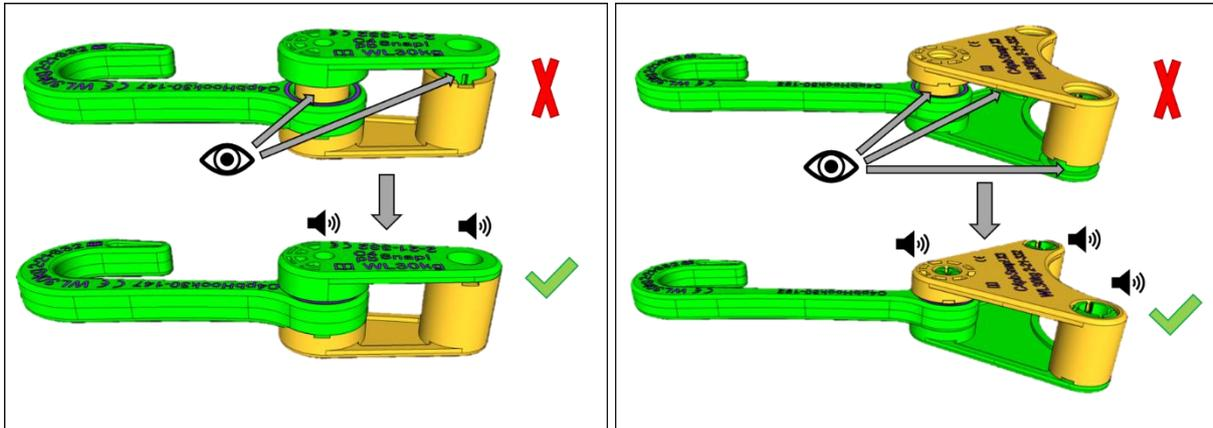

Abbildung 2: Verschluss der Hook Serie mit Snap! Verbindungsteilen.
- Das Spaltmaß muss an den in Abbildung 2 (Augensymbol und Pfeile) gekennzeichneten Stellen kleiner als 1 mm sein.